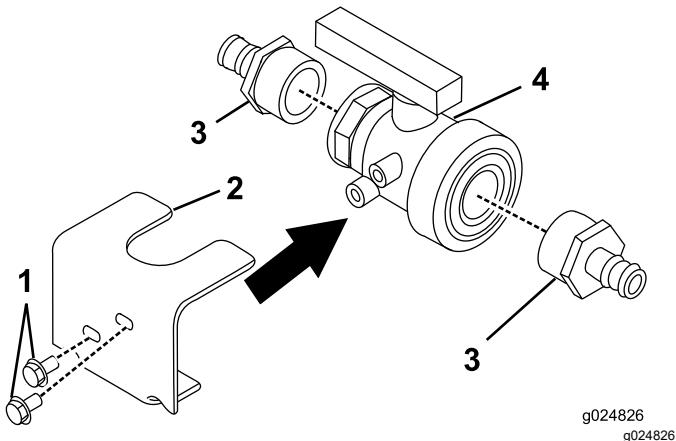

Figura 33
5. Monte a válvula de espera no suporte da válvula de esfera (Figura 33) com 2 parafusos (5/16 x 5/8 pol.).